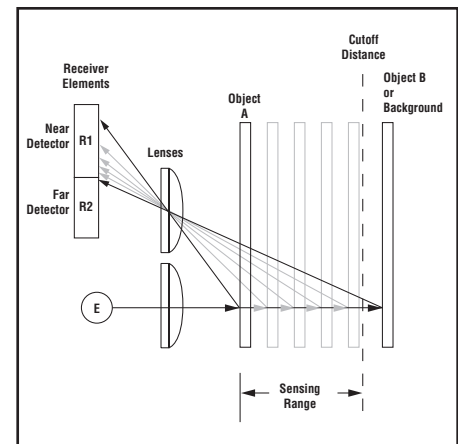

Figure 2. Concept de détection avec suppression de l'arrière-plan réglable
Le détecteur compare les réflexions du faisceau lumineux (E) provenant d'un objet sur les deux récepteurs R1 et R2 positionnés différemment du détecteur (voir Figure 2).